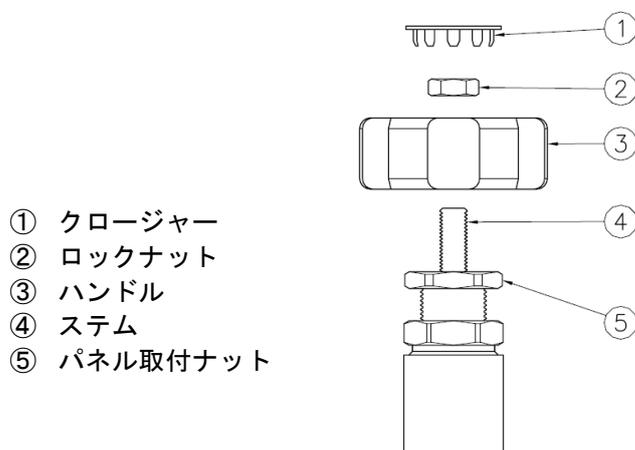

図1 パネル取付ナット付きバルブ（AZ3600、AZ3604、AZ4600）
A. ハンドルの取り外し（図1参照）
- ③ハンドルを時計回りに完全に止まるまで回してバルブを閉じてください。
- 小型のマイナスドライバーまたは類似する工具を使用し、①クロージャーを③ハンドルの上部から取り外します。
- ③ハンドルをしっかり固定し、1/2 ソケットレンチで②ロックナットを緩め、②ロックナットと③ハンドルをバルブから取り外します。
B. パネル取付（図1参照）
- ⑤パネル取付ナットをバルブから取り外します。
- パネルの穴にバルブを通し、希望の位置に配置、配管を取り付け、⑤パネル取付ナットをバルブ本体に取り付けます。
- 1インチレンチを使用し、⑤パネル取付ナットをパネルにしっかり締め付けます。
C. ハンドルの取り付け（図1参照）
- ③ハンドルを④ステムに戻し、③ハンドルが止まるまで時計回りに回します。
- ③ハンドルを反時計回りに一回転させます。
- ③ハンドルを所定の位置に固定し、②ロックナットが③ハンドルに当たるまで④ステムにねじ込みます。
- ③ハンドルが回転しないよう固定し、1/2 ソケットレンチで③ハンドルに対して②ロックナットを締め付けます。（推奨締め付けトルクは8.5Nm）
- ①クロージャーを③ハンドルの上部に押し込み取り付けます。